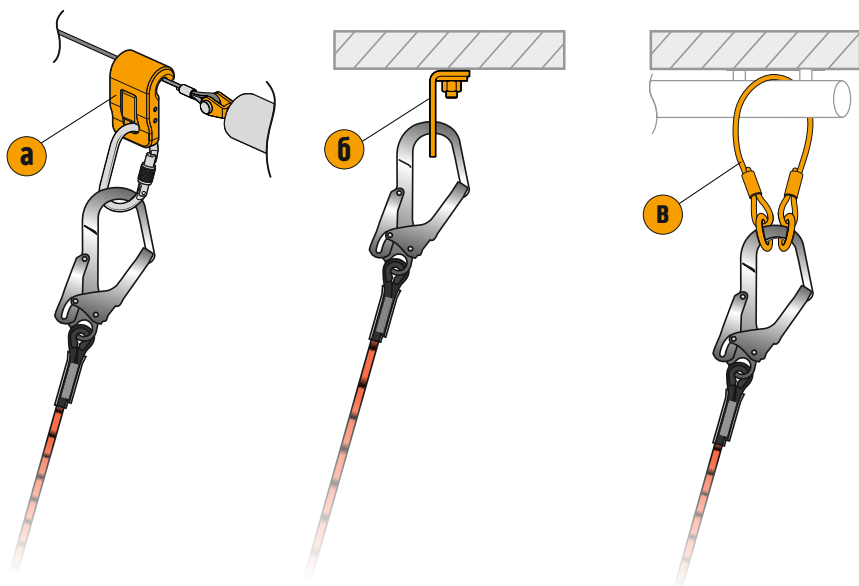

Рис. 11 Крепление одноплечевого стропа к анкерным точкам (а, б) и анкерной петле (в).
4. Соединить строп с противоположной стороны от амортизатора с мобильной анкерной точкой (**рис. 11а,12**), стационарной анкерной точкой (**рис. 11б**) или анкерной петлей (**рис. 11в**).